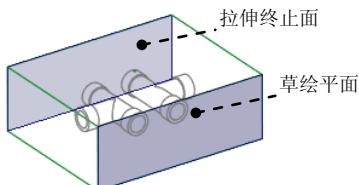

图 15.14 草绘平面和拉伸终止面
(1) 单击 **分型面** 功能选项卡 **形状** ▾ 区域中的 按钮，此时系统弹出“拉伸”操控板。
(2) 定义草绘截面放置属性。使用鼠标右击，从系统弹出的菜单中选择 **定义内部草绘...** 命令；在系统 **选择一个平面或曲面以定义草绘平面** 的提示下，选取图 15.14 所示的坯料前表面为草绘平面，接受默认选取的箭头方向和平面为草绘视图方向和参考平面，方向为 **下**；单击 **草绘** 按钮，系统至此进入截面草绘环境。
(4) 设置深度选项。
① 在操控板中选取深度类型 (到选定的)。
② 将模型调整到合适位置，选取图 15.14 所示的模型表面为拉伸终止面。
③ 在“拉伸”操控板中单击 按钮，完成特征的创建。